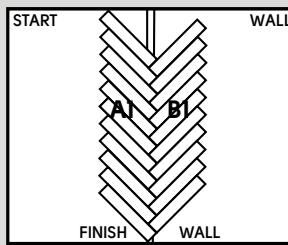

Fig. 6
- Installeer de rest van de planken zonder te zagen en werk in tegenovergestelde richtingen. Controleer dat de geïnstalleerde planken met een rechte hoek op de lijnen liggen (Fig. 6).